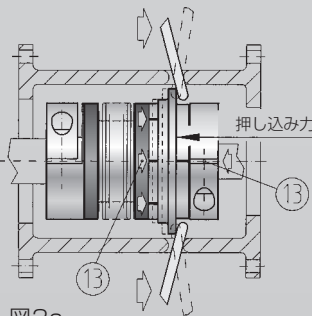

図3a
再連結は、自動ではなく手動です。(図3aと3b)
フリーホイール型は、60度ごとの6箇所にかみ合い部分があり、この箇所を合わせて軽く押し込んでください。移動リングと本体⑬に、合いマークがありますので、再連結位置にあわせてから押し込んでください。(図3a)